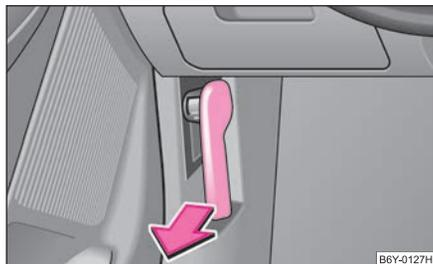

Abb. 138 Entriegelungshebel für Motorraumklappe
- Ziehen Sie am Entriegelungshebel unterhalb der Schalttafel auf der Fahrerseite ⇒ Abb. 138.
- Entriegeln Sie die Motorraumklappe ⇒ Abb. 138.